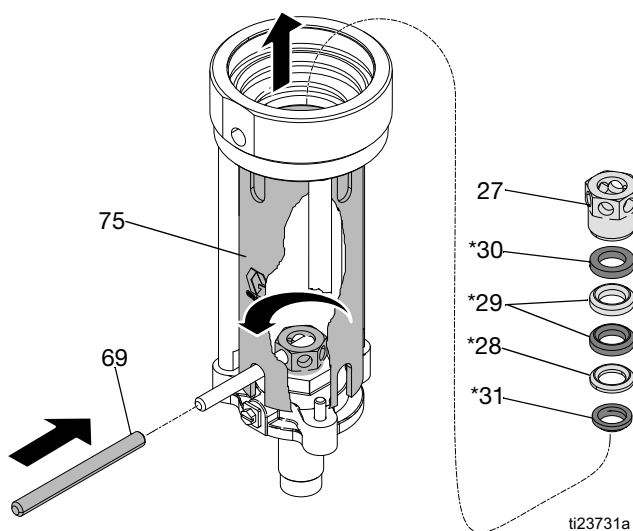

FIG. 25
13. Retirez l'écrou hex (27) de la bride de fixation (26). Retirez la garniture femelle (30*), les 2 joints en PTFE (29*), la garniture mâle (28*) et le racleur (31*). Inspectez toutes les pièces à la recherche de dommages. Voir FIG. 25.